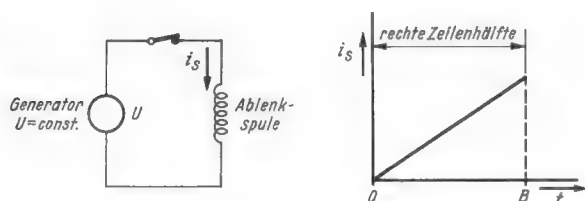
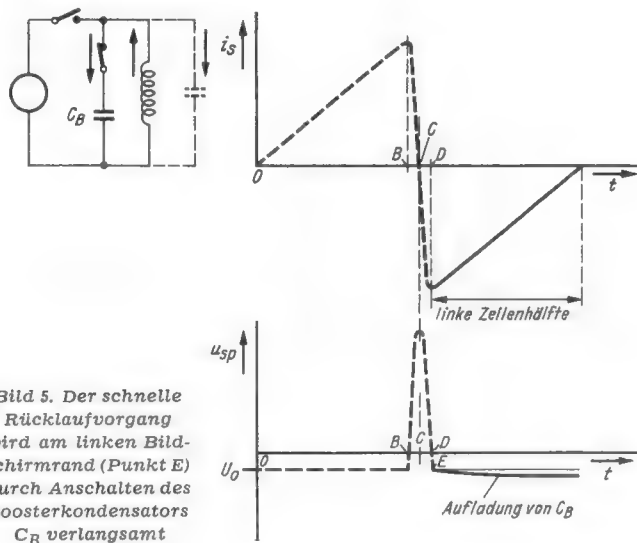
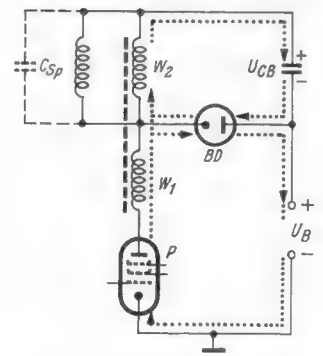
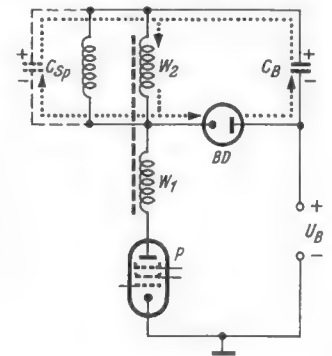

Bild 3. Prinzip der Zeilenablenkung: Ablenkstrom während der rechten Zeilenhälfte (Bildmitte zum rechten Bildrand)
Bild 5. Der schnelle Rücklaufvorgang wird am linken Bildschirmrand (Punkt E) durch Anschalten des Boosterkondensators C_B verlangsamt
Bild 7. Elektronenfluß zu Beginn der rechten Zeilenhälfte (s. Bild 3, Teil 0 bis B)
Bild 12. Elektronenfluß im Zeitpunkt E, nachdem die Boosterdiode leitend geworden ist; siehe Bild 5, Hinlauf linke Zeilenhälfte
a) Abschnitt 1 (Bild 3) — rechte Zeilenhälfte —
c) Abschnitt 3 (Bild 5) — linke Zeilenhälfte —
Wir beginnen die Betrachtung im Zeitpunkt 0, (vgl. Bild 3, 4, 5), also von Zeilenmitte ab. Die Steuerspannung sei nur schwach negativ, so daß durch die Endpentode Strom fließt. Aus diesem Grund ist die Boosterdiode BD leitend (Schalter, wie in Bild 3, geschlossen). Bild 7 zeigt den Elektronenfluß. Da die Diodenstrecke BD geöffnet ist, liegt an der Ablenkwicklung
Ist die Zeile ausgeschrieben, der Punkt B (Bild 3) erreicht, wird die Pentode durch eine große Impulsspannung am Steuergitter gesperrt. Die Stromrichtung durch die Ablenkspule bleibt erhalten, sie wird durch das die Spule umgebende und abnehmende Magnetfeld erzwungen. Infolge des steilen Spannungsanstieges an der Kapazität C_{sp} wird die Boosterdiode gesperrt (Bild 9). C_{sp} wird auf hohe Spannung aufgeladen (Polarität siehe Bild 9). Im Zeitpunkt C (Bild 5) ist die gesamte eingespeicherte magnetische Energie in statische Energie (Aufladung von C_{sp}) umgewandelt. Anschließend pendelt die Energie zurück. Die Spannung an C_{sp} treibt einen Strom in umgekehrter Richtung durch die Spule (Bild 10). Im Punkt D (Bild 5) hat dieser Spulenstrom seinen Höchstwert erreicht. Die Spannung an C_{sp} ist 0, d. h. die Schwingkreisenergie ist wieder als magnetische Energie in der Spule gespeichert.
Sehr schnell wird U_{Csp} größer als die Spannung am Boosterkondensator, dadurch wird die Boosterdiode leitend, das bedeutet das Schließen des in Bild 5 vor dem Boosterkondensator C_B gezeichneten Schalters. (Zeitpunkt E. Infolge des steilen Spannungsanstieges an C_{sp} liegen die beiden Zeitpunkte D und E sehr dicht beieinander). Der Spulenstrom fließt nun langsam in die beiden parallel geschalteten Kapazitäten:
C_{sp} und C_B . Dadurch wird C_B aufgeladen (Bild 12), d. h. die in der Spule eingegesperrte Energie wird als Aufladung von C_B zurückgewonnen. An den durch Bild 12 beschriebenen Vorgang schließt sich derjenige an, den Bild 7 zeigt, damit ist der Kreis geschlossen.